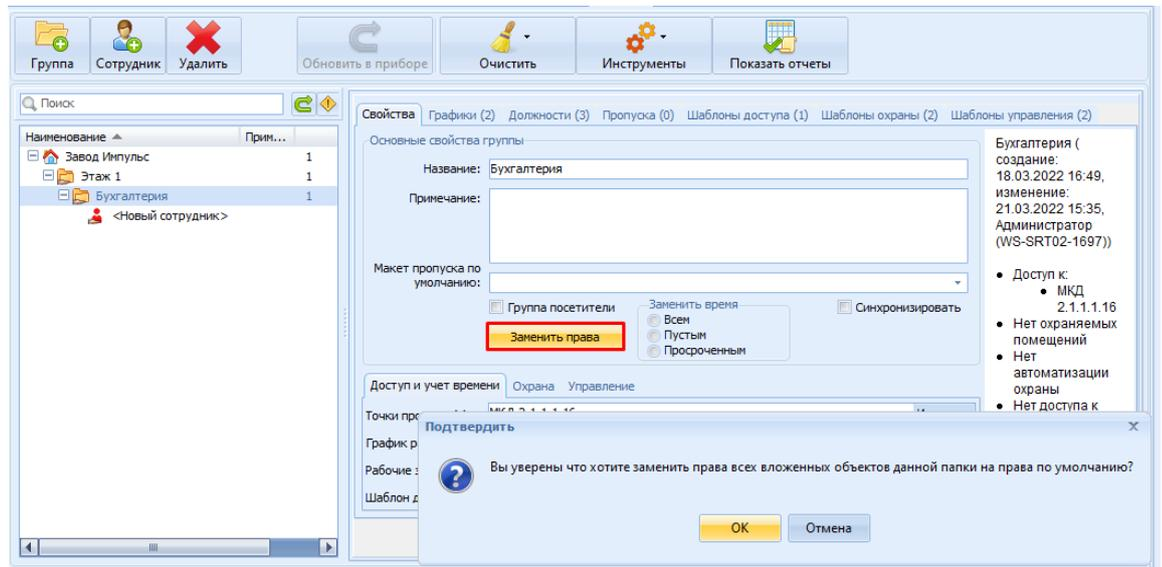

Рисунок 25.45 – Замена прав объектов картотеки на права по умолчанию
- 3) Подтвердить свое действие, нажав кнопку ОК в диалоговом окне, после этого все права вложенных объектов заменятся на права данного подразделения (рисунок 25.45).